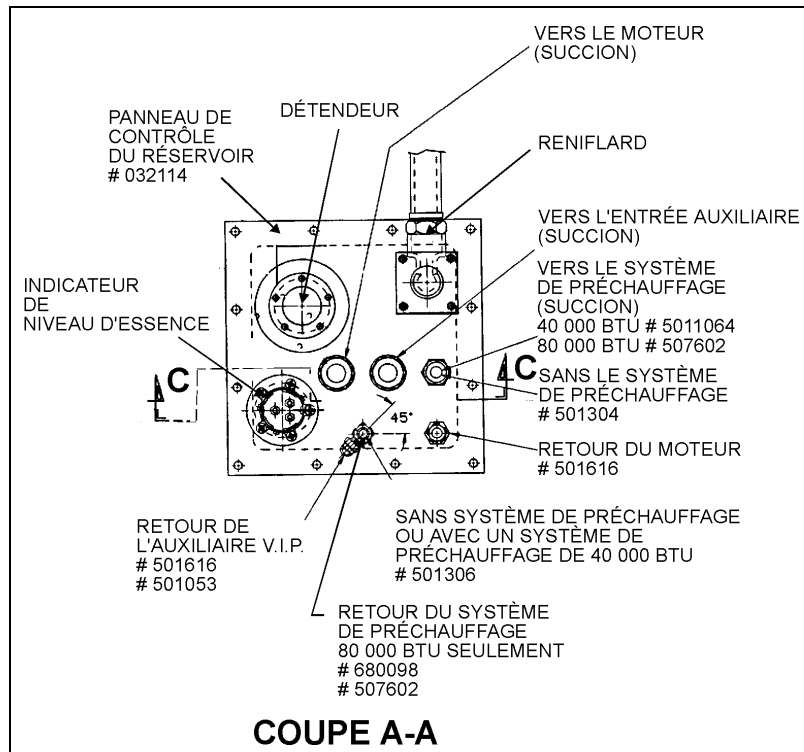

FIGURE 2
2. Assembler sur le nouveau panneau de contrôle du réservoir les adaptateurs pour: le boyau de retour du système de préchauffage, le boyau de retour du système auxiliaire et le boyau de retour du moteur (Fig. 2).
2. Si applicable, assembler le boyau d'alimentation du système de préchauffage, le boyau de retour du système de préchauffage, le boyau d'alimentation auxiliaire et/ou le boyau de retour auxiliaire au panneau de branchement du réservoir de carburant (Fig. 2).
- Mettre le bouchon sur le port de retour (Prévost #501306) et l'alimentation (Prévost #501304) du système préchauffage» (Fig. 2).
- Mettre le bouchon (Prévost #501306) sur le port de retour du système de préchauffage (Fig. 2).